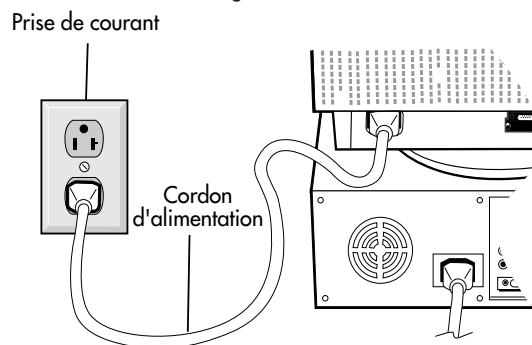

Figure C.1
**REMARQUE :** Pour obtenir un adaptateur de câble MultiSync Macintosh, appeler NEC Technologies au (800) 820-1230.
5. Connecter une extrémité du cordon d'alimentation au moniteur MultiSync et l'autre extrémité à la prise de courant (Figure C.1).